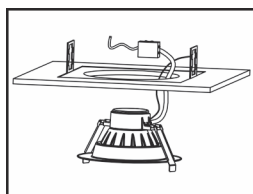

Fig. 5
- 6.) Presser les deux pinces de tension afin de les mettre en position verticale et insérer la lampe dans le cadre. (**Figure 5**)
- 6.) Une fois le luminaire installé dans le cadre, relâcher les pinces et continuer de pousser le luminaire dans le cadre afin de le fixer à niveau avec la surface du plafond. (**Figure 5**)